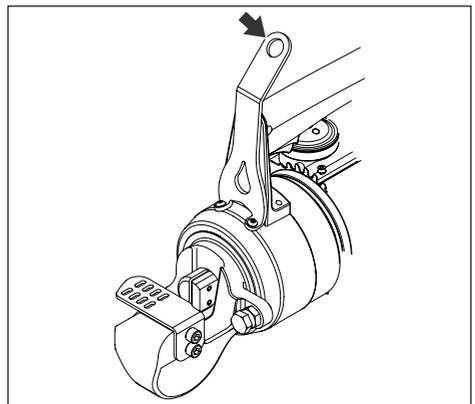

Abbildung 6, Hebehaken (optionales Zubehör)
- Verwenden Sie ausschließlich den Hebehaken des Hebehaken-Sets von Enerpac, falls es notwendig sein sollte das Werkzeug mechanisch anzuheben oder abzustützen. Siehe Abbildung 6. Das optionale Zubehör ist bei einem Enerpac-Vertragshändler erhältlich, falls es nicht mit dem Schneidgerät mitbestellt wurde. Verwenden Sie stets Hebezeug mit ausreichender Tragfähigkeit.